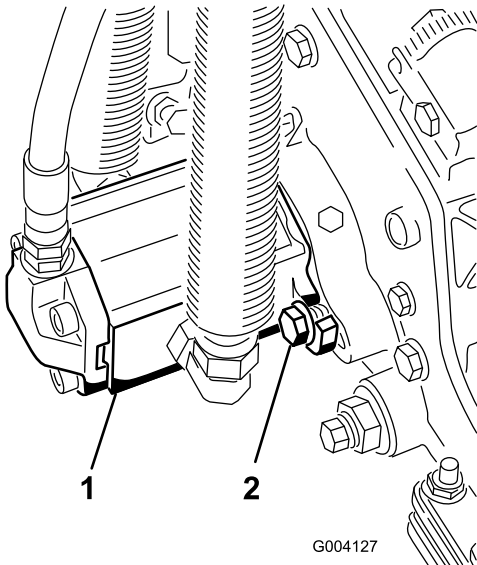

図 13
16. モータを手を持ち、右回りにひねってモータのフランジをボルトから逃がしながら、キャップスクリューにモータをセットする(図 13)。モータを左回りにひねって、ボルトに